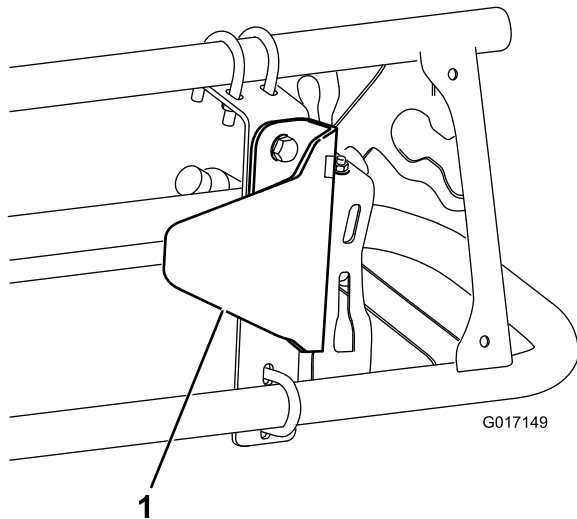

図 10
2. 図 10 のように、取り付けブラケットにセンサーガードブラケットを取り付ける；ボルト（5/16 x 3/4 インチ）（2本）とフランジナット（5/16 インチ）（2個）を使用する。